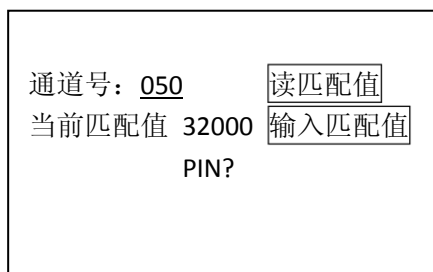

图 4-19
- 4) 选择【10 匹配自适应】, 输入通道号 50, 点击【读匹配值】。如图 4-19;